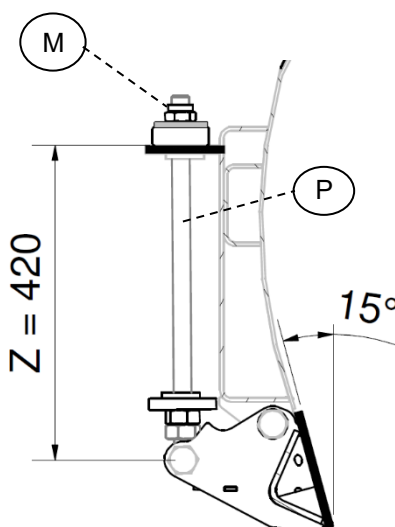

Bild.19
Skärvinkel som standard är 15° ($Z = 420\text{mm}$) – se Bild.19. Skärvinkel behöver i allmänhet bara justeras efter att fjädrarna har bytts ut – se avsnitt 1.12.
Mått Z – se Bild.19 – kan användas som kontrollmått. Genom att dra åt muttern(M) i den övre delen av fjäderstången(P) blir skärvinkel mindre – för skärvinkel 0° $Z = 390\text{mm}$. Genom att lossa muttern(M) blir vinkeln större.